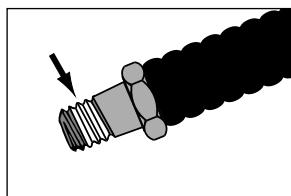

Figura 2, Sigillante per filetti
**Nota:** Nei punti seguenti, applicare 1-1/2 giri di nastro di Teflon o altro adatto allo scopo di tenuta di tutti i raccordi idraulici, lasciando il primo filetto completo libero dal nastro o dal sigillante come mostrato in Figura 2.
2. Installare un manometro per la lettura della pressione da 0 a 1035 bar [da 0 a 15,000 psi] nel raccordo (A) da 0.250-18 NPT per manometro.